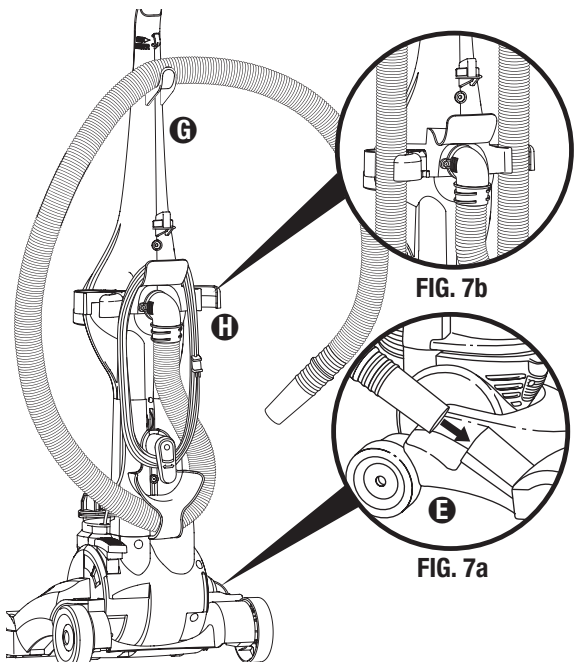

FIG. 7
Step 7: (FIG. 7) Then wrap the hose up and over the hose hook on the handle **G** as shown. Plug the end of the hose into the hose retainer hole on the base **E** (FIG. 7a) and then snap the hose into the hose holder on the tool caddy **H** (FIG. 7b).
Étape 7 : (FIG. 7) Enroulez ensuite le boyau au crochet du manche **G**, tel qu'illustré. Insérez le bout du boyau dans l'ouverture du dispositif de retenue, à la base **E** (FIG. 7a), puis poussez-le dans le support à boyau situé sur le porte-accessoires **H** (FIG. 7b).
Paso 7: (FIG. 7) Luego enrolle la manguera por encima del gancho de la manguera **G** como se muestra. Conecte el extremo de la manguera al agujero de soporte de la manguera en la base **E** (FIG. 7a) y encaje la manguera en el soporte en el portaaccesorios **H** (FIG. 7b).